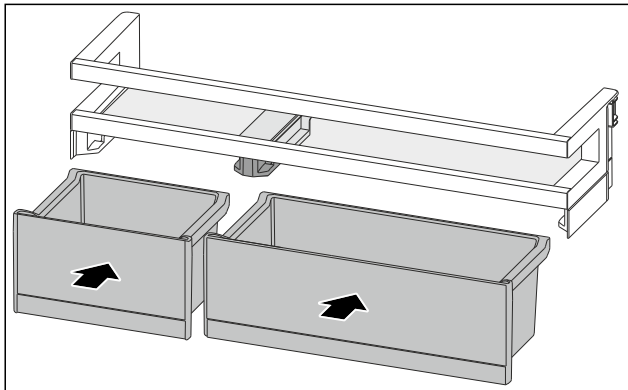

Fig. 158
- Inserire i VarioBox in posizione scambiata. (vedere Fig. 158)